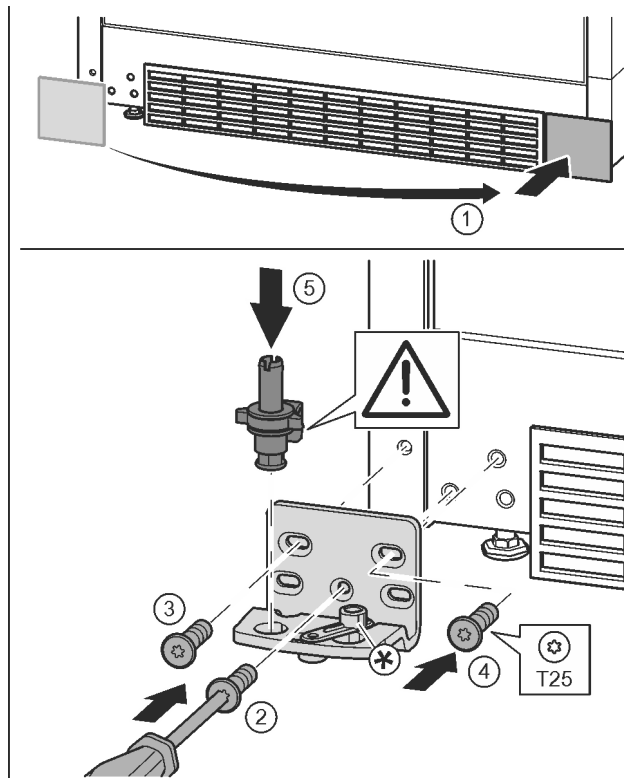

Fig. 17
- ▶ Afdekking eraf halen en op de andere kant aanbrengen. *Fig. 17 (1)*
- ▶ Lagerbus op de andere kant aanbrengen en met behulp van een schroevendraaier T25 vastschroeven. Met schroef 2 onder in het midden beginnen. *Fig. 17 (2)*
- ▶ Schroef 3 en 4 vastschroeven. *Fig. 17 (3, 4)*
- ▶ Lagerbout volledig aanbrengen. Let op dat de vergrendelknok naar achter wijst. *Fig. 17 (5)*